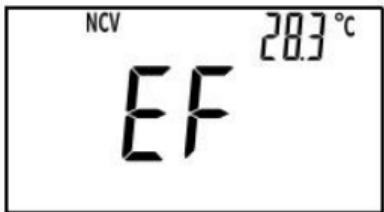

Figure 3
1. Stellen Sie den Drehschalter auf die Position **NCV**. Das Symbol „**NCV**“ erscheint im oberen Bereich des Bildschirms. Das primäre Display zeigt „**EF**“, während das sekundäre Display die Umgebungstemperatur anzeigt. (siehe Abb. 3)